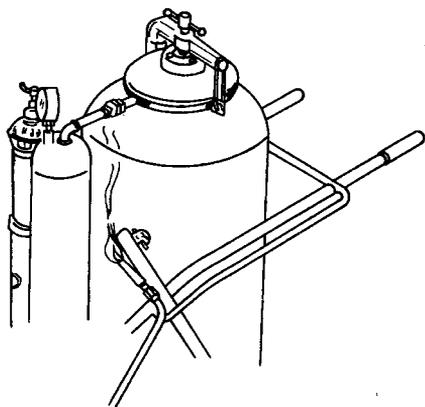

图 1-8
6) 扳动移位调节杆时，切不可如图 1-8 所示，拿着引燃的焊、割炬靠近乙炔发生器。